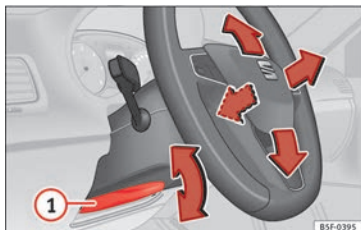

Fig. 19 Leva nella parte inferiore del lato sinistro del piantone dello sterzo.
• Regolazione della posizione del volante: tirare la leva » **fig. 19** **1** verso il basso, muovere il volante verso la posizione desiderata e risollevare la leva fino al punto di chiusura.